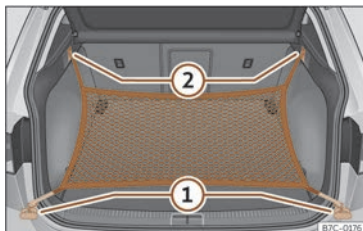

**Fig. 114** Dans le coffre à bagages : œilletons ① et crochets ② pour accrocher le sac pour filet.
- Fixez les crochets courts du filet aux œilletons d'arrimage >>> fig. 114 ① >>> ⚠. La fermeture à glissière du sac doit rester vers le haut.
- Fixez les rubans aux crochets pour accrocher des sacs ②.